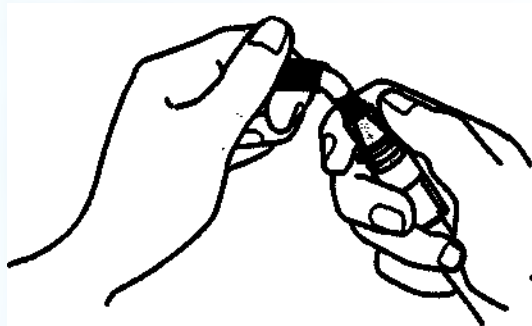
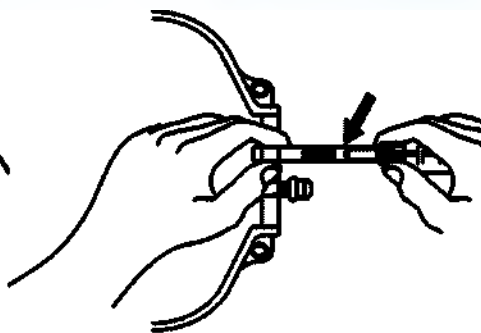

Рис. 1
Рис. 2
- Д. Чтобы обеспечить поток жидкости, сломайте пломбу контейнера с раствором, отогнув несколько раз (Рис. 1) до ее отделения от основания (Рис. 2).